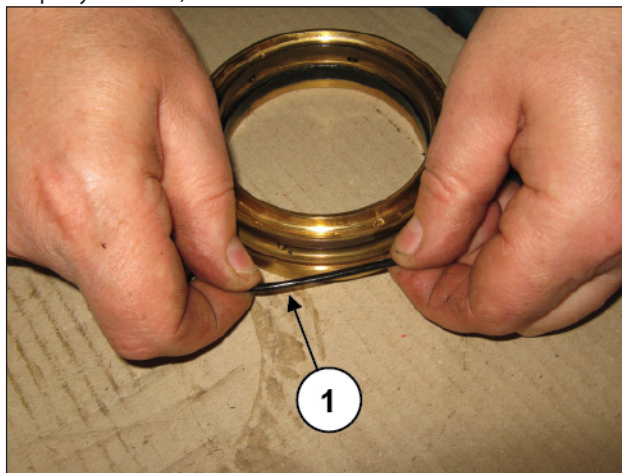
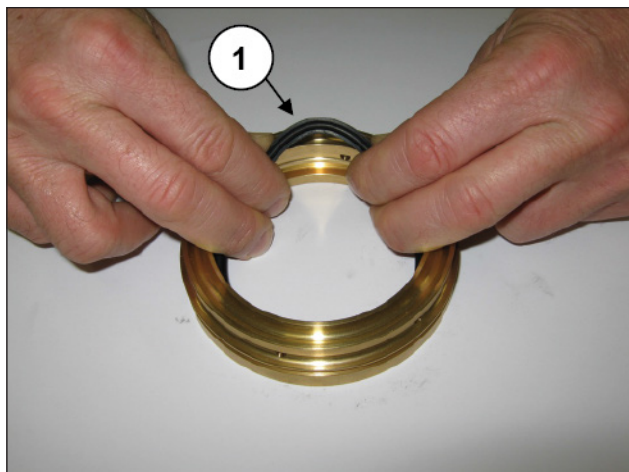

Рис. 220
Рис. 221
Вставьте кольцо O-ring (поз. ①, Рис. 220) и уплотнение для низкого давления в опору уплотнений (поз. ①, Рис. 221), соблюдая направление сборки, согласно которому уплотнительная кромка должна быть направлена вперед (в сторону головки).